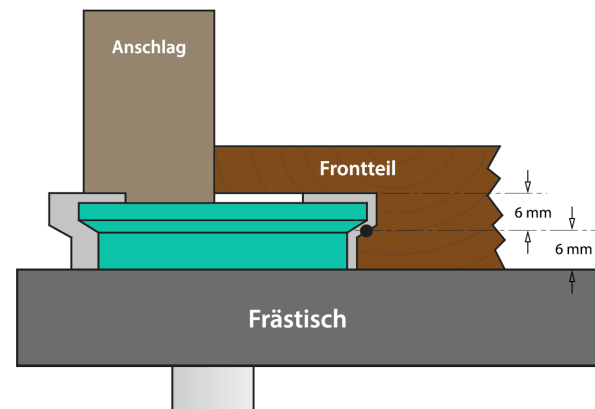

Abbildung 2: Frontteil fräsen
- Die Einstellhöhe des Fräasers beträgt 12 Millimeter (6 + 6 mm) von der Frästischoberkante (Abb. 2).